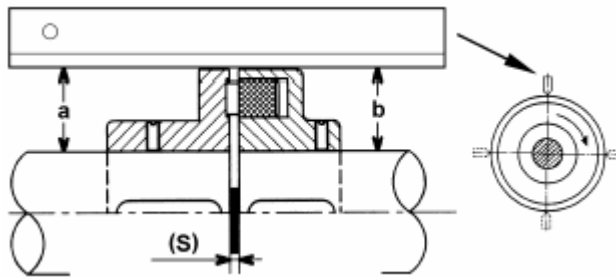

Рис. 5
- ◇ Агрегат правильно выверен, если отклонение между линейкой положенной по оси на обе полумуфты и валом насоса, валом мотора или другой вращающейся вместе с линейкой и удобной для измерения точкой не превышает 0,15 мм, при вращении линейки вместе с полумуфтами. Расстояние между полумуфтами также в любом положении должно быть одинаковым и иметь зазор  $S = 3...5$ мм. Проверять величину зазора надо с помощью щупа или шаблона (рис. 5, рис. 6 с разборной муфтой).